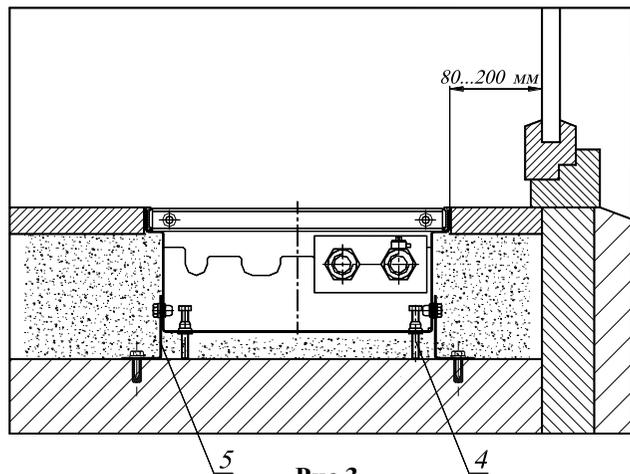

Рис.3
5.1 Конвектор монтируется в пол, для этого необходимо установить секции конвектора в заранее подготовленный канал в полу и выставить их по уровню пола, с помощью упорных болтов 4. Соединить болтами с гайками секции конвектора между собой. Закрепить конвектор опорами 5 к черновому полу (см. Рис.3)